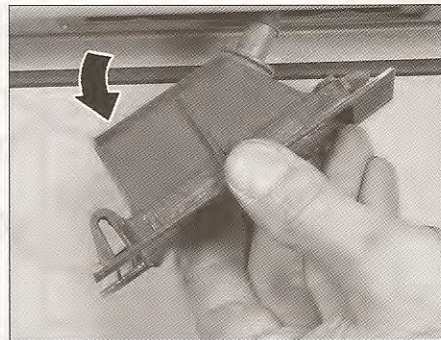

FIG. 72
- Desmontar los guardabarros traseros izquierdo y derecho (5).
- Desengrapar la iluminación de placa de matrícula y desconectarla (fig. 72).